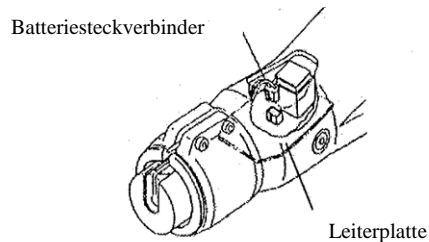

Abb. 7 : Die Batteriesteckverbinder entnehmen
1. Den Batteriesteckverbinder von der Leiterplatte entnehmen (Abb. 7).